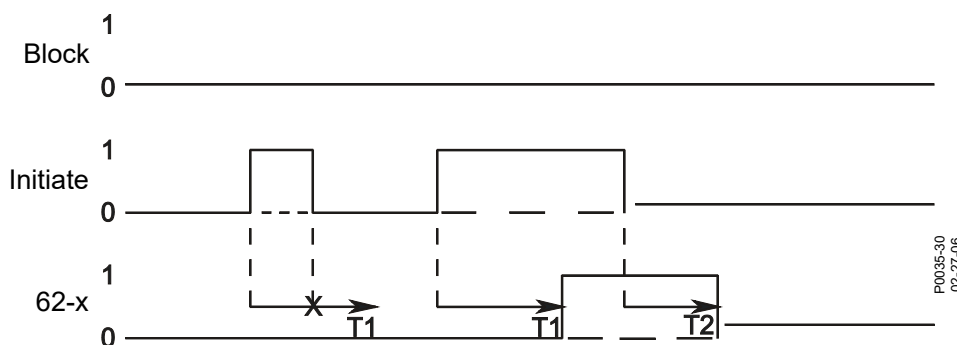

Figure 85-3. Mode Enclenchement/Retombée
Étape 9 : Vérifiez que le passage de l'état du commutateur 43-1 à Activé (ON) a été consigné et qu'environ 400 ms plus tard, la minuterie 62-1 s'est enclenchée. Puis, vérifiez un peu plus tard que le passage de l'état du commutateur 43-1 à Désactivé (OFF) a été consigné et que la minuterie 62-1 est retombée environ 2 000 ms plus tard. L'état du commutateur 43-1 dans le rapport SER utilise les paramètres de nom programmables appliqués au commutateur. La Figure 85-3 illustre la relation temporelle entre le commutateur 43-1 et la minuterie 62-1.